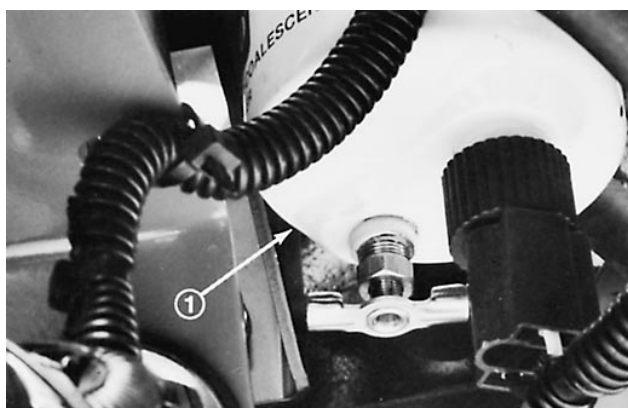

Figure 23
2. Dans la partie inférieure gauche du moteur, desserrer la vis de purge d'air située en haut du filtre à carburant/séparateur d'eau (Fig. 23).